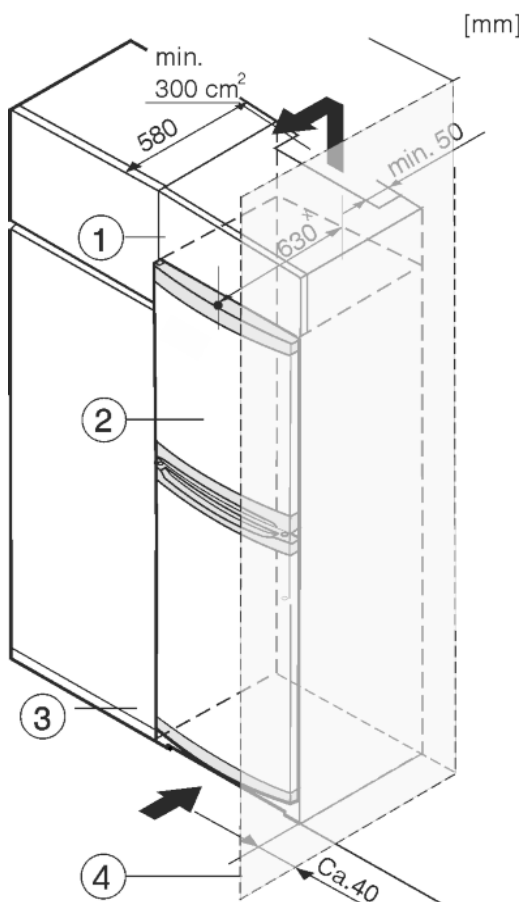

Fig. 8
- (1) Pealepandav kapp
- (2) Seade
- (3) Köögi kapp
- (4) Sein
Seadet on võimalik köögi kappidega ümbritseda. Kohandamiseks seadet Fig. 8 (2) köögitaapinna kõrgusele, saab seadme kohale paigaldada pealiskapi Fig. 8 (1).
Köögi kappidesse sisseehitamisel (sügavus max 580 mm) võib seadme vahetult köögi kapi Fig. 8 (3) kõrvale üles panna. Seade ulatub 34 mm * ja seadme keskoht 50 mm * köögi kapi esiküljest ettepoole.
Kui seade paigaldatakse šarniiridega seinale Fig. 8 (4) lähedale, siis peab seadme ja seina vahele jääma vähemalt 40 mm. See vastab käepideme üleulatusse avatud ukse korral.